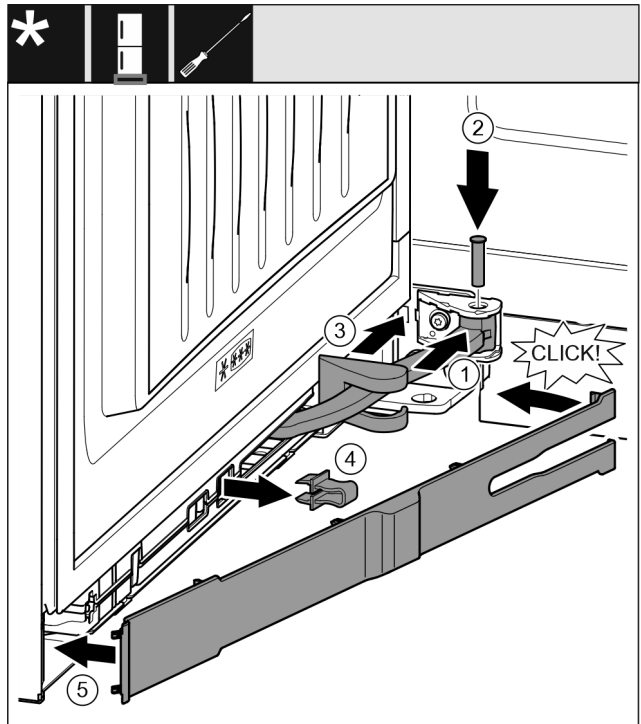

Fig. 47
- ▶ Käännä nivel ripustuskohtaan. *Fig. 47 (1)*
- ▶ Aseta pultti T15-ruuvimeisselillä ripustuskohtaan ja niveleen. Varmista tällöin, että lukitusnokka on urassa oikein. *Fig. 47 (2)*
- ▶ Työnnä laakeripukin suojusta niveltä pitkin ja asenna se ripustuskohdan päälle. *Fig. 47 (3)*
- Poista varmistin. Fig. 47 (4)
- Aseta paneeli kahvan puolelle ja käännä se sisään. Fig. 47 (5)